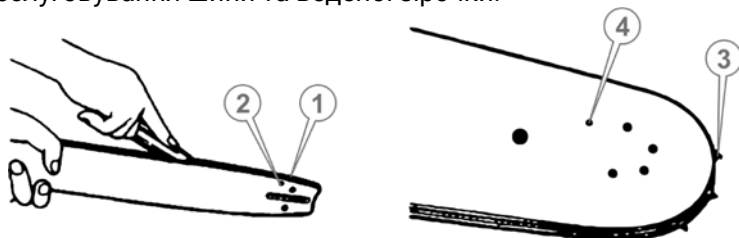

Рисунок 14. Схема обслуговування шини та веденої зірочки.
1. Видалити тирсу та бруд із жолоба шини, масляних отворів і веденої зірочки (рис. 14).